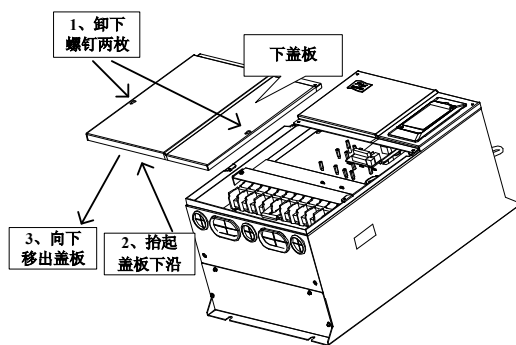

图 3-3 钣金外壳下盖板拆卸图
18.5kW 以上 CS280 采用钣金外壳，钣金外壳下盖板的拆卸参见图 3-3。可用工具直接将下盖板的螺丝拧松即可。